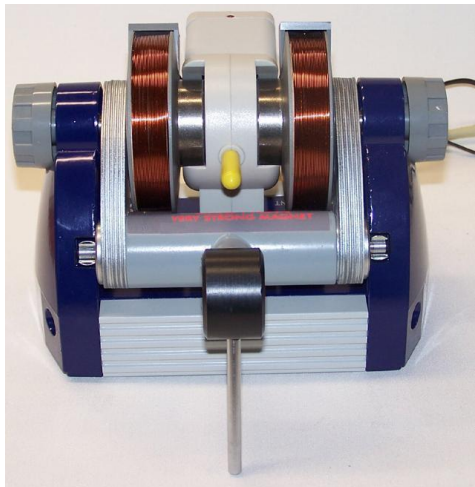

Fig. 9 Unité de base avec échantillon de glycérine
- Insérer l'échantillon de glycérine (capuchon jaune) dans le logement prévu à cet effet (cf. fig. 9).